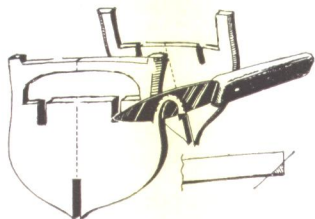

Fig. 23 — Rastrematura delle ordinate per ottenere l'angolo di quartabuono. Il sistema è empirico ma molto efficace.
Prima di incollare le ordinate sulla chiglia occorre rastremarle lungo il loro perimetro (1) per permettere poi una maggiore aderenza del fasciame. Tale *rastrematura* può essere fatta come mostra la fig. 23 asportando con un trincetto, un temperino od un tagliabalsa lo spigolo verso prua dal contorno delle ordinate poste *davanti* a quella centrale (maestra) e